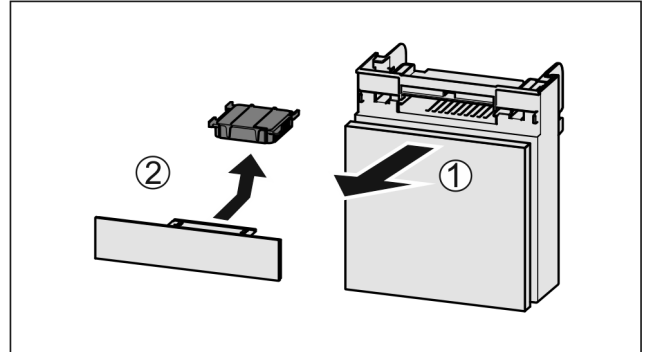

Fig. 114
- ▶ 向前拉出 Fig. 114 (1) 抽屉。
- ▶ 取出 Fig. 114 (2) 活性炭过滤器。